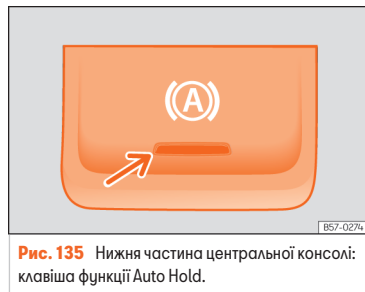

Рис. 135 Нижня частина центральної консолі: клавіша функції Auto Hold.
- (P) Коли функція Auto Hold активна, на комбінації приладів світиться відповідний зелений індикатор. Світіння індикатора клавіші (A) >>> **рис. 135** означає, що система Auto Hold ввімкнена.